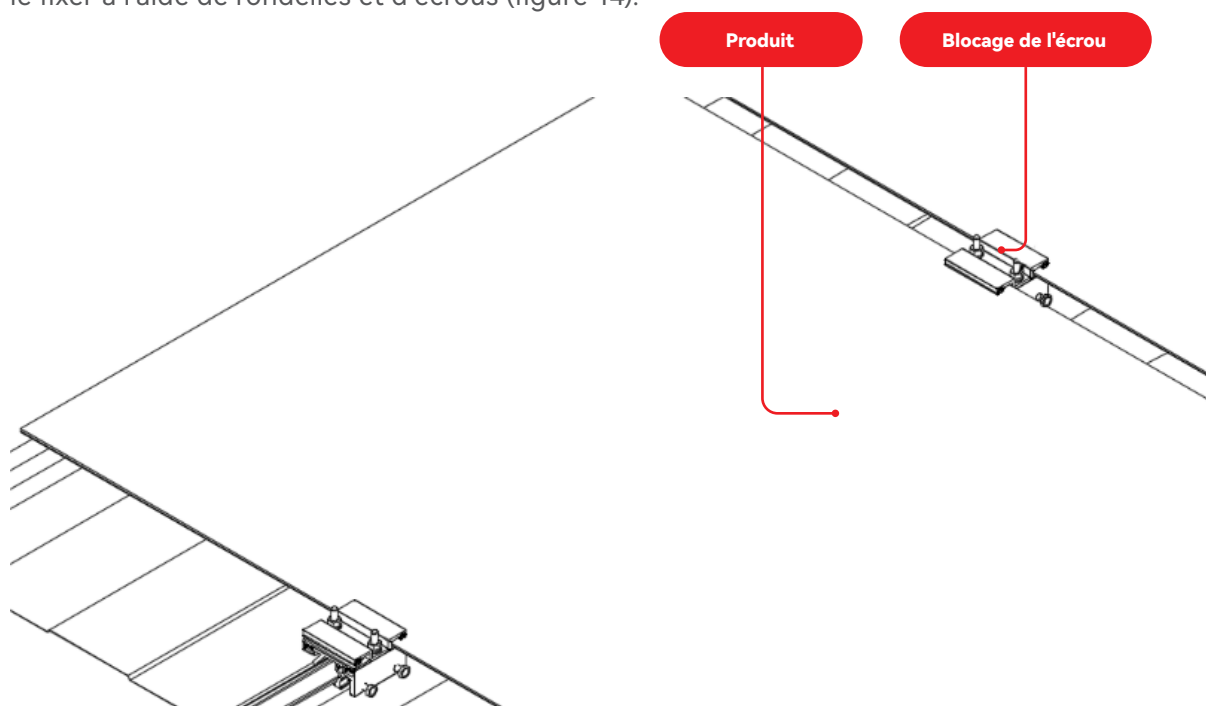

FIGURE 14
⑨ Placer le couvercle du crochet sur la base de la deuxième rangée horizontale de crochets et le fixer à l'aide de rondelles et d'écrous (figure 14).